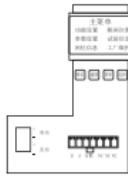
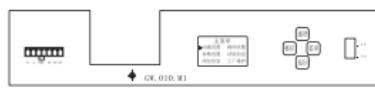

图5
图6
- 按键说明（250/400 壳架见图 5, 630/800 壳架见图 6）